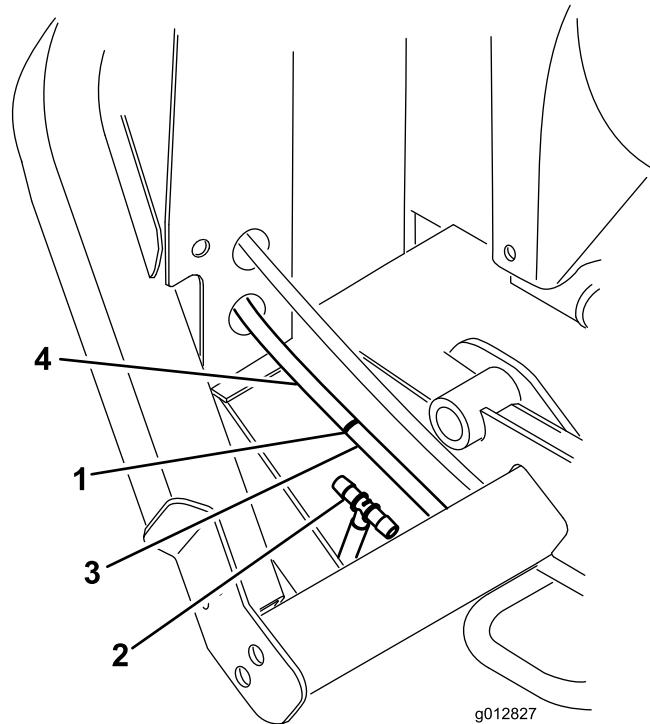

**Figura 16**
- A. Coloque una abrazadera en la manguera corta y luego inserte el acoplamiento en T en el extremo de la manguera corta (Figura 16).